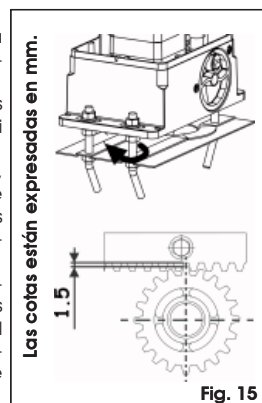

Fig. 15
- Finalizada la instalación de la cremallera, para garantizar un correcto engranaje con el piñón, es conveniente bajar unos 1,5 mm (Fig. 15) la posición del motorreductor.